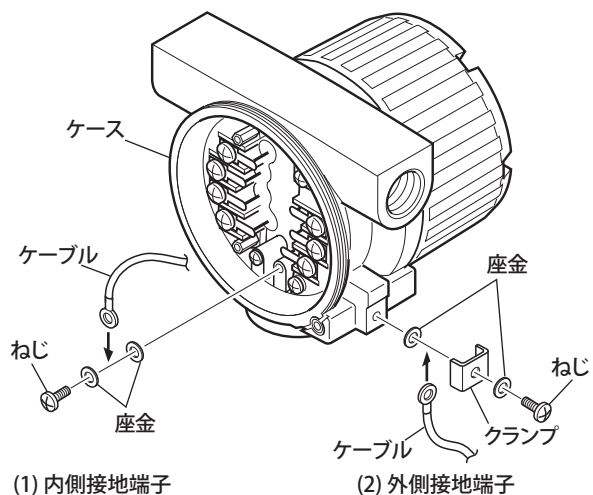

図 10.2 接地配線方法
接地端子は図 10.2 に示すように内側と外側にそれぞれあります。(1) または (2) の接続方法に従いケーブルを配線してください。